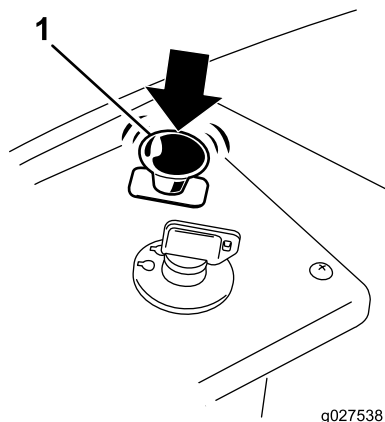

Figura 13
1. Desengrane las cuchillas moviendo el mando de control de las cuchillas a **DESENGRANADO** (Figura 13).